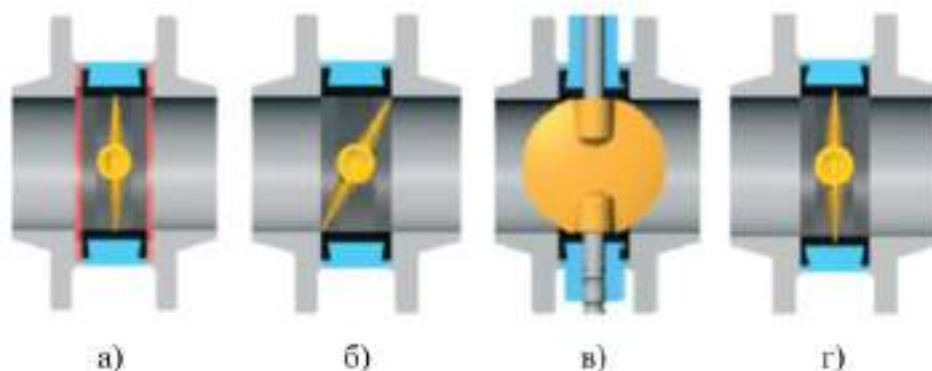

Рисунок 5.103. Процедура установки затвора
- Не допускается применение дополнительных прокладок и любых герметизирующих материалов (герметиков) между затвором и распределительной плитой, между затвором и фланцем, рис. 5.103 а).
- Диск должен быть приоткрыт, не выходя за корпус затвора, рис. 5.103 б).
Выполнить пробное открытие-закрытие затвора рис. 5.103 в).
В случае монтажа затвора с диском в закрытом положении, седловое уплотнение затвора (манжета) деформируется, и дальнейшее открытие диска будет затруднительным или невозможным, рис. 5.103 г).